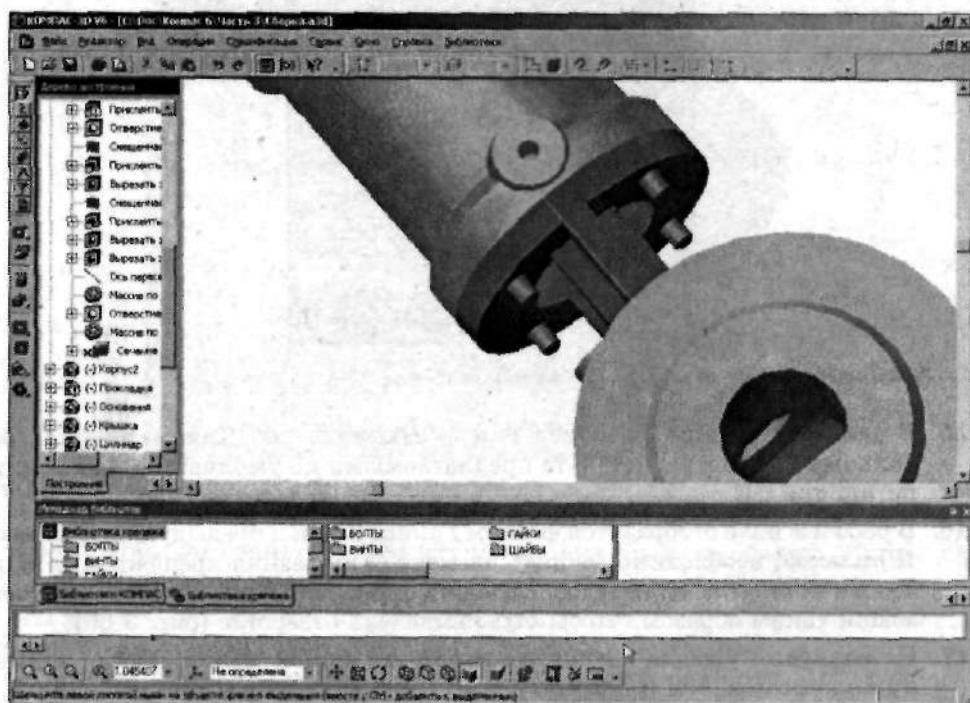

Рис. 3.63. Массив из четырех отверстий создан
12. Щелкните по кнопке **Создать объект** на **Панели свойств**. Массив из четырех отверстий создан (рис. 3.63).